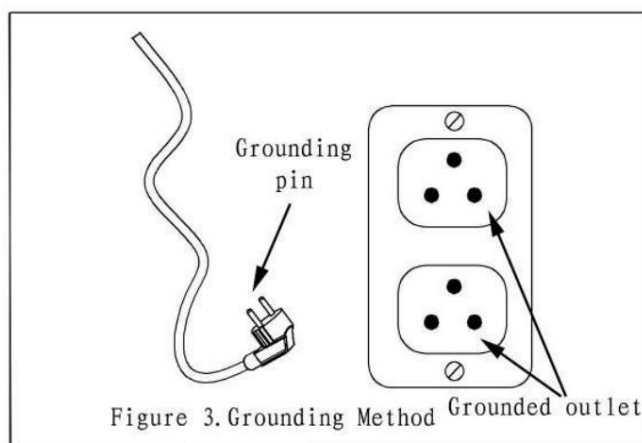

Figure 3 :
1. Ce produit est destiné à être utilisé sur un circuit nominal de 230 volts et est doté d'une prise de terre qui ressemble à la prise illustrée à la Fig. 3. Assurez-vous que le produit est connecté à une prise ayant la même configuration que la prise. Ce produit doit être mis à la terre. En cas de court-circuit électrique, la mise à la terre réduit le risque de décharge électrique en fournissant un fil de fuite pour le courant électrique. Ce produit est équipé d'un cordon doté d'un fil de mise à la terre avec un fil de mise à la terre approprié et une prise de terre appropriée.